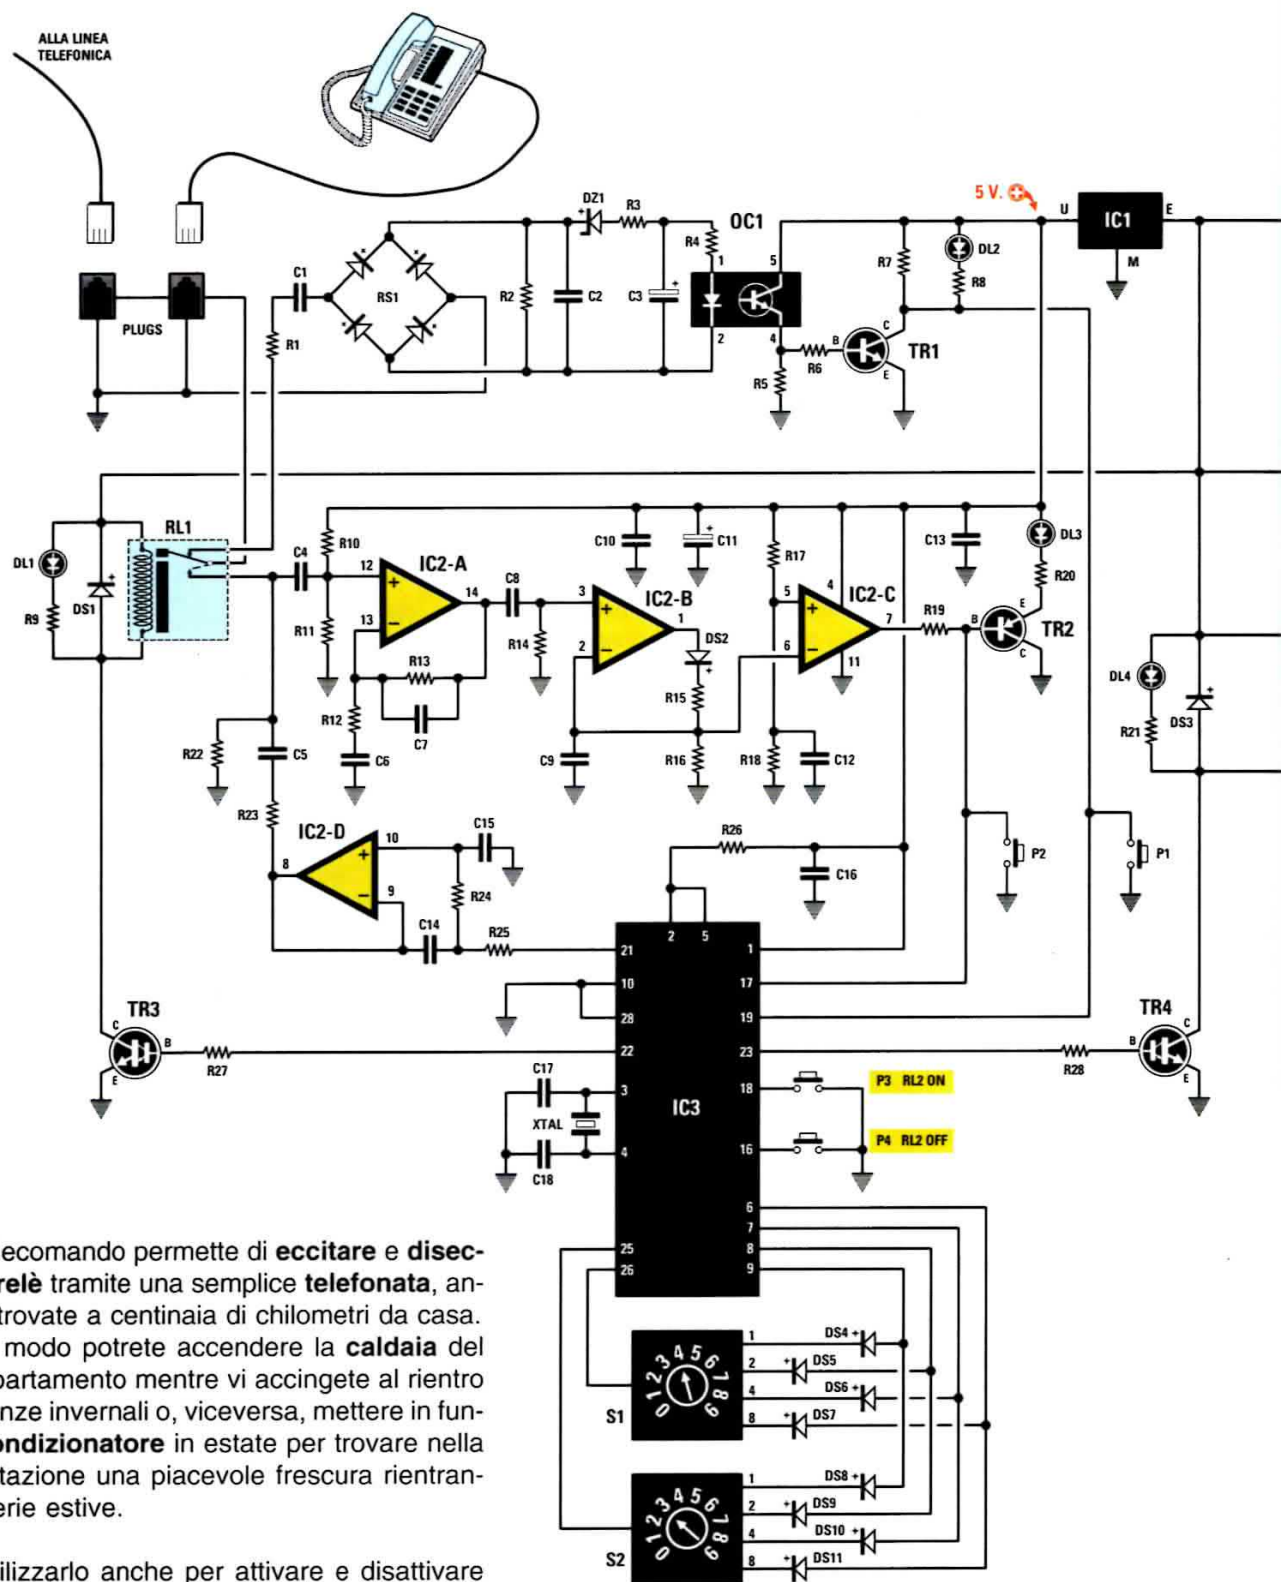

**Fig.1** A lato, foto del montaggio dello stadio del trasmettitore LX.1653.
**Fig.1** Schema elettrico del progetto del telecomando telefonico LX.1510. In uno dei due connettori plugs visibili in alto va innestato il plug maschio dell'apparecchio telefonico e nell'altro il plug proveniente dalla linea telefonica.
Noi abbiamo optato per il sensore **UGN.3503U** della Sprague che, come avrete modo di vedere dalla tabella delle sue caratteristiche riportata a fianco delle connessioni in fig.1, fornisce sul piedino **U**, dopo averla internamente amplificata con un operazionale, una tensione proporzionale alla forza del campo magnetico rilevato.
Fig.1 Connessioni viste di fronte e schema a blocchi interno del sensore di campo magnetico ad effetto di Hall siglato UGN.3503U. Questo sensore è sensibile da entrambi i lati ed è in grado di rilevare la presenza di un campo magnetico e determinarne la polarità negativa o positiva.